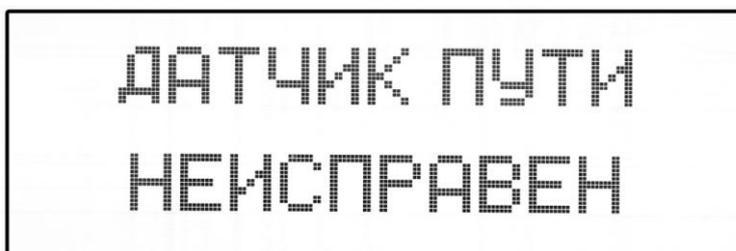

Рисунок 33
- **Датчик пути неисправен** рисунок 33. Сообщение возникает, если втулка с 6 магнитами установлена не правильно или повреждена. Эта ошибка выводится на дисплей при начале каждого ряда через 10 секунд.